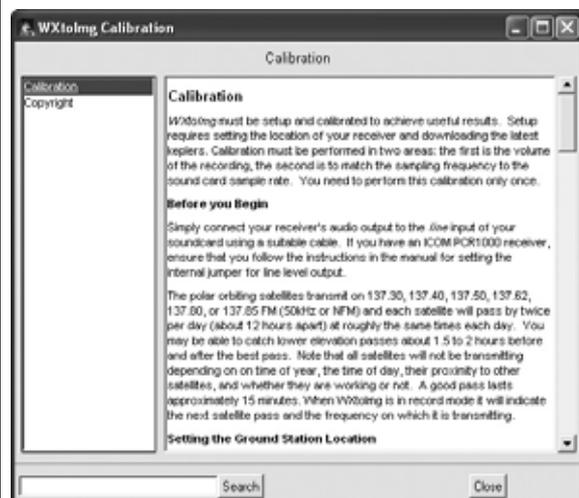

Fig.13 Esta ventana contiene información sobre el procedimiento de calibración. Para cerrarla hay que hacer click en el botón CLOSE.
Para cerrar la ventana **Calibration** (ver Fig.13) hay que utilizar el botón **cerrar (X)** típico de las ventanas de Windows. Para consultar la información contenida en esta ventana hay que hacer click en la opción **Required Calibration** del menú **Help**.